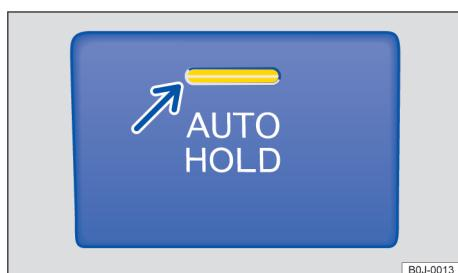

图 97 在中控台中：自动定车按钮
自动定车功能 (Auto Hold) 激活时，按钮  → 图 97 中的指示灯点亮黄色，且组合仪表显示屏中的指示灯  会点亮绿色。
- 按压按钮  → 。按钮  中的指示灯 → 图 97 (箭头) 熄灭。